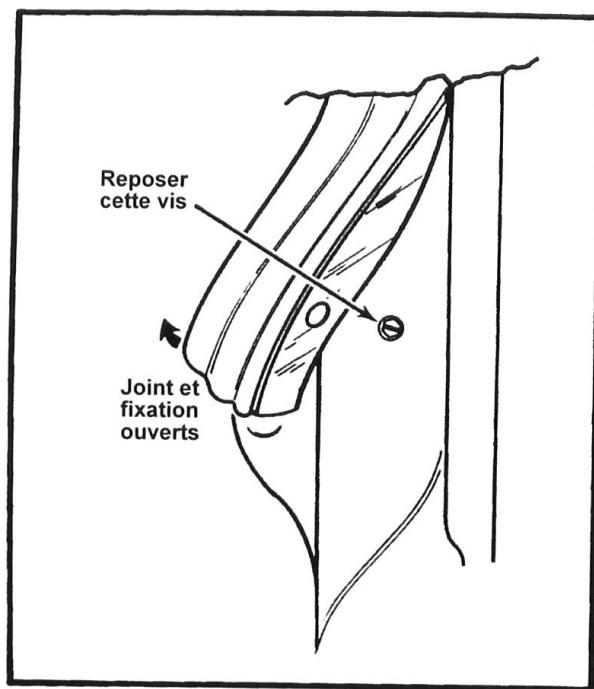

Figure 2
2. Plier le joint et la fixation en les éloignant du cadre du support, puis reposer la vis. Voir la Figure 2.